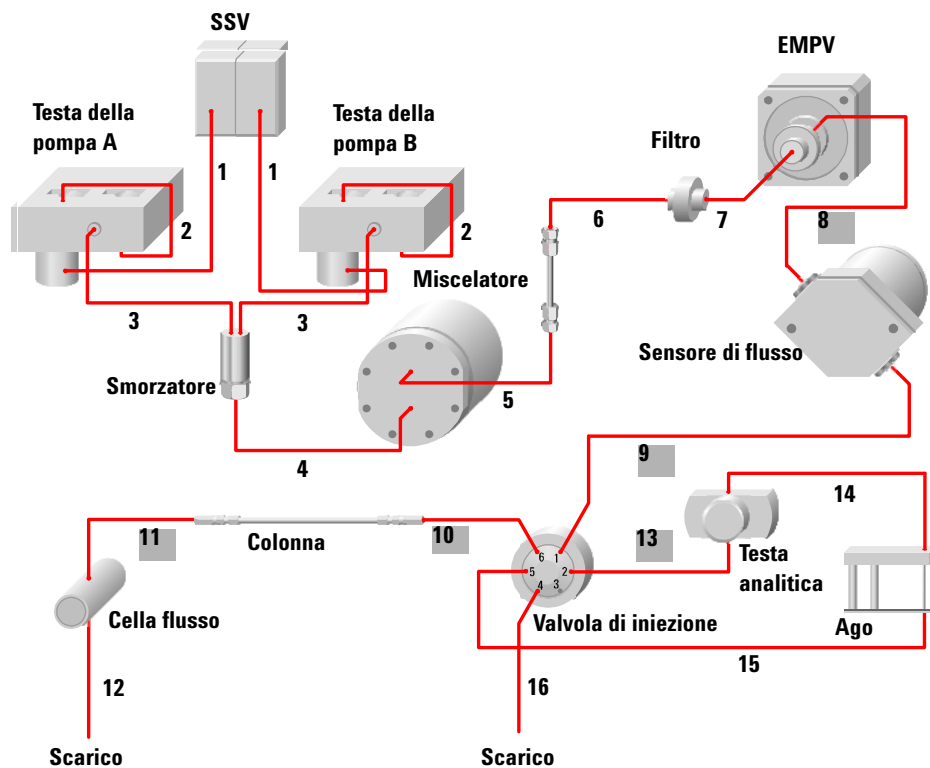

Figura 39 Diagramma di flusso della pompa capillare
Il kit per intervalli di flusso estesi descritto nella Tabella 80 consente di adattare la pompa capillare per consentirne l'utilizzo per flussi fino a 100 µl/min. Sarà necessario sostituire alcuni capillari in modo da diminuire la pressione nel sistema quando si aumenta il flusso fino a 100 µl/min. Tali capillari (8, 9, 10, 11, 13) sono sfumati nella Figura 39 a pagina 137.
- 1 Utilizzare le chiavi da 4mm e 1/4-5/16" ad estremità aperta per scollegare i capillari 8, 9, 10, 11 e 13. Vedere la Figura 39 a pagina 137 per identificarne la posizione.
- 4 Utilizzare le chiavi da 4mm e 1/4-5/16" ad estremità aperta per scollegare i capillari 8, 9, 10, 11 e 13. Vedere la Figura 39 a pagina 137 per identificarne la posizione.